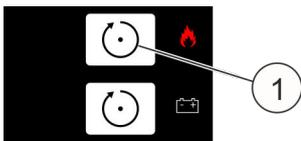

Fig. 22 : Touche [Reset]
31. ► Réinitialiser l'alarme avec la touche [Reset] supérieure (Fig. 22 /1).